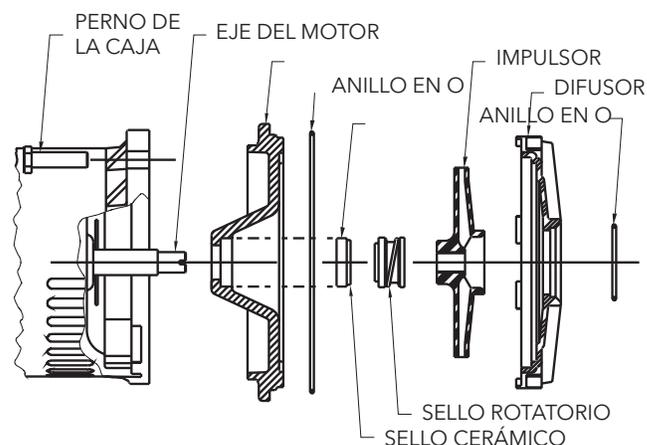

Figura 3: Ensamble del sello
9. Deslice la parte rotatoria del conjunto del sello y sepárela del eje (como se indica en la Figura 3). Separe la placa selladora del motor.
3. Inserte la funda de goma y el sello de cerámica (con el lado pulido expuesto) en la placa selladora. Fabrique una arandela de cartón para cubrir la superficie del sello de cerámica mientras es presionado para calzarlo en posición. La arandela de cartón se usa para evitar rayar la superficie de cerámica. Deseche la arandela de cartón una vez instalado el sello de cerámica (vea la Figura 3).